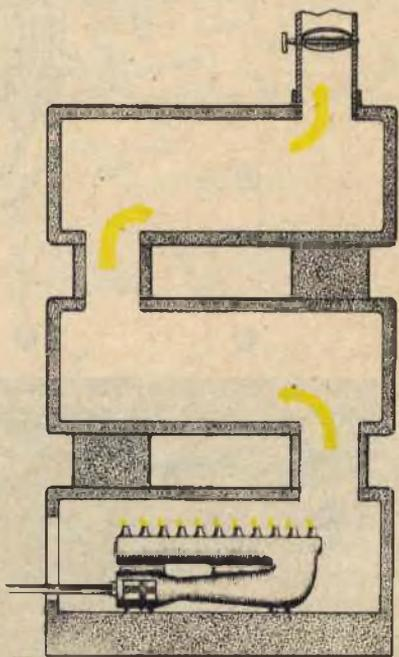

Fig. 13
*Stufe in terracotta tipo Becchi o Zephir* — L'applicazione del bruciatore all'interno del focolare di una stufa in terracotta non si differenzia da quella normale considerata nel caso di una cucina economica e di uno scaldabagno (fig. 13).